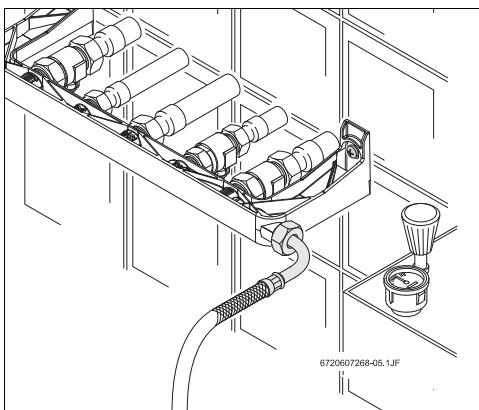

Fig. 5 Teste de estanquicidade
- ▶ Verificar a estanquicidade da instalação (Fig. 5).